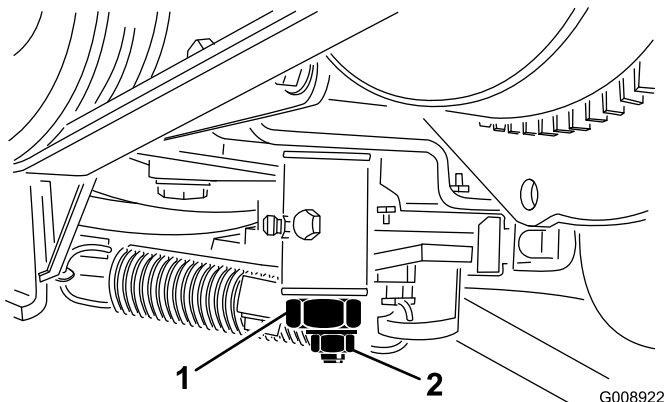

図 51
2. 噴射ポンプのレバー・アーム (図 51) の部分にあるスロットル・ケーブルのコネクタをゆるめる。